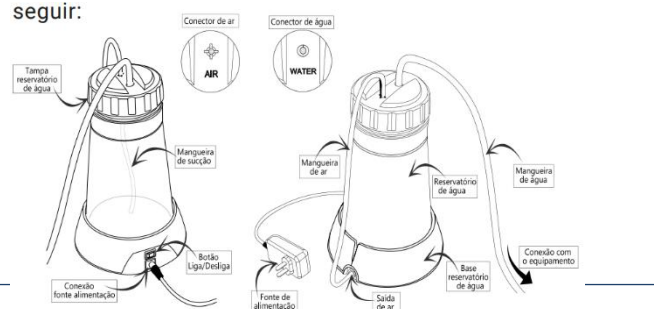

Figura 1: Cómo conectar el dispositivo a la ecografía
- Conecte el dispositivo al ultrasonido (Figura 1).